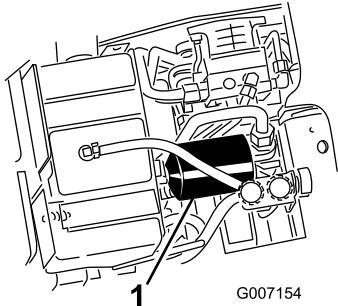

Figura 71
4. Coloque un recipiente debajo del filtro (Figura 71).
5. Retire el filtro usado (Figura 71) y límpie con un paño la superficie de la junta del adaptador del filtro.
7. Instale el filtro hidráulico nuevo en el adaptador del filtro (Figura 71). Apriete el filtro en el sentido de las agujas del reloj hasta que la junta de goma entre en contacto con el adaptador del filtro, luego apriete el filtro tres cuartos de vuelta más.